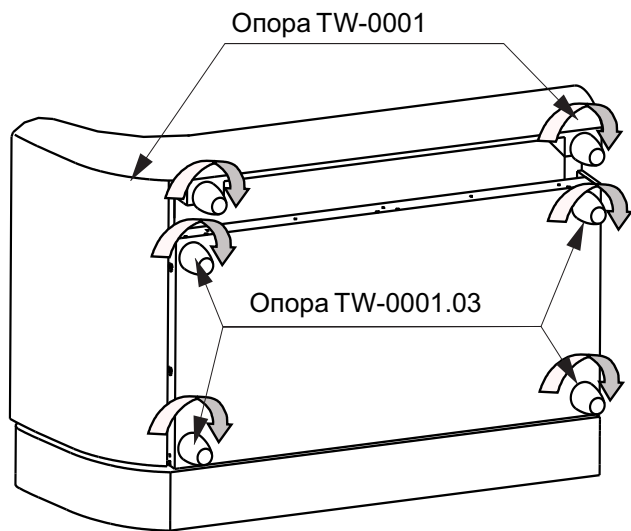

Рис. 2
- 2) **установить** секции, как показано на рисунке 2 и **прикрутить** опоры. На емкость для белья устанавливаются опоры TW-0001.03 с выступающей резьбовой частью винта 20 мм. (см. рис. 2);